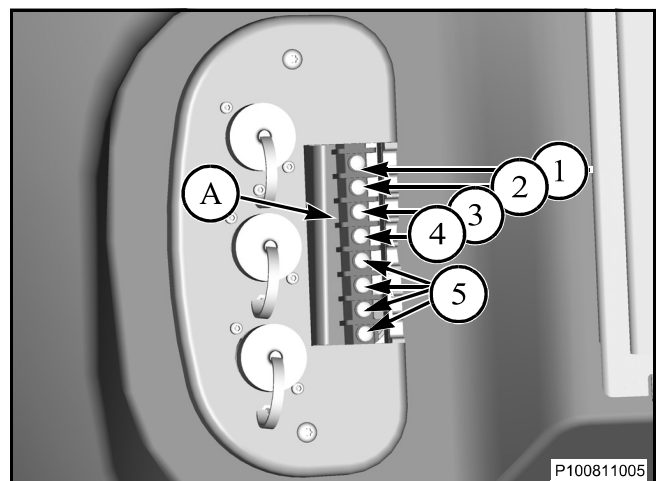

Figure 185
Figure 185: Le bloc d'alimentation est situé derrière le siège du conducteur, sur le côté droit de la cabine. Les vis des bornes se trouvent derrière le couvercle d'accès (A).